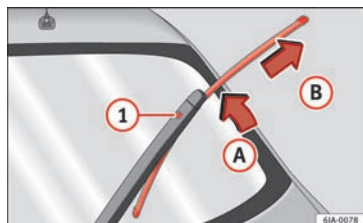

Fig. 71 Viskerblad til bagrude
- Klap viskerarmen væk fra ruden, hvorved viskerbladet skal bevæges let i viskerarmens retning – pil **A** »» Fig. 71.